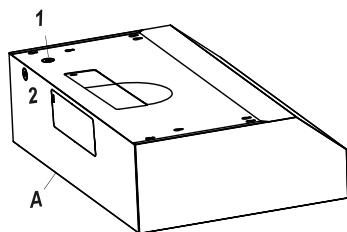

Fig. 9
- Calcule la longitud efectiva total de los ductos sumando las longitudes equivalentes en la tabla que se muestra a continuación (Fig. 9). Por cada accesorio que utilice, sume la longitud del ducto recto utilizado en el sistema.
- Coloque una tapa en el ducto exterior con una cubierta para pared (15) o una tapa para techo (16). Nunca use tapas para pared tipo lavandería de 4 pulgadas (102 mm). Utilice masilla a prueba de agua para sellar la apertura exterior de la pared o el techo alrededor de la tapa.
- Escoja el agujero eléctrico de montaje troquelado apropiado que va a retirar de acuerdo con su tipo de instalación. Utilice el orificio superior (1) si el suministro eléctrico está en la alacena, y el orificio posterior (2) si el suministro eléctrico está en la pared que se encuentra debajo de la alacena (consulte la Fig. 9).